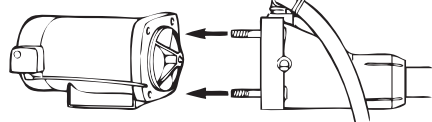

Figura 15 – Desmontaje de la Bomba
Se deben desconectar la bomba y las tuberías para reparar o reemplazar el motor o el sello (véase la Figura 15, en la página 14).
5. Retire el motor, la placa de estanqueidad, el impulsor, el difusor y la almohadilla como una unidad (véase la Figura 15).